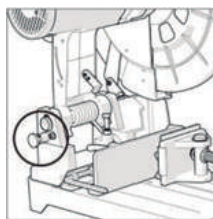

Fig. 1
a) Presione ligeramente el mango de corte, tire del pasador de bloqueo del cabezal y colóquelo en la posición externa (Imagen 1) para que el cabezal suba a la posición más alta. Si tiene dificultad para liberar el cabezal de corte: